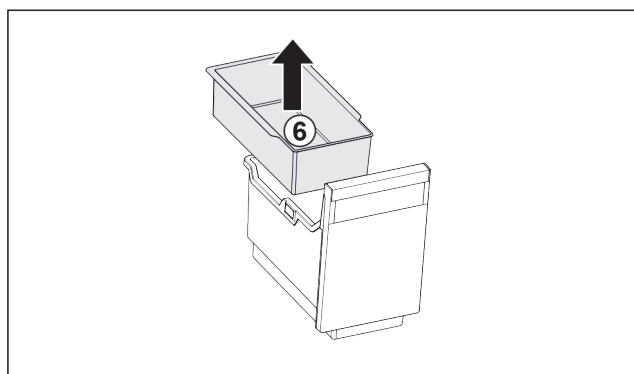

Fig. 101
- Wyj3ć p3tk3 zawieszana Fig. 101 (6).